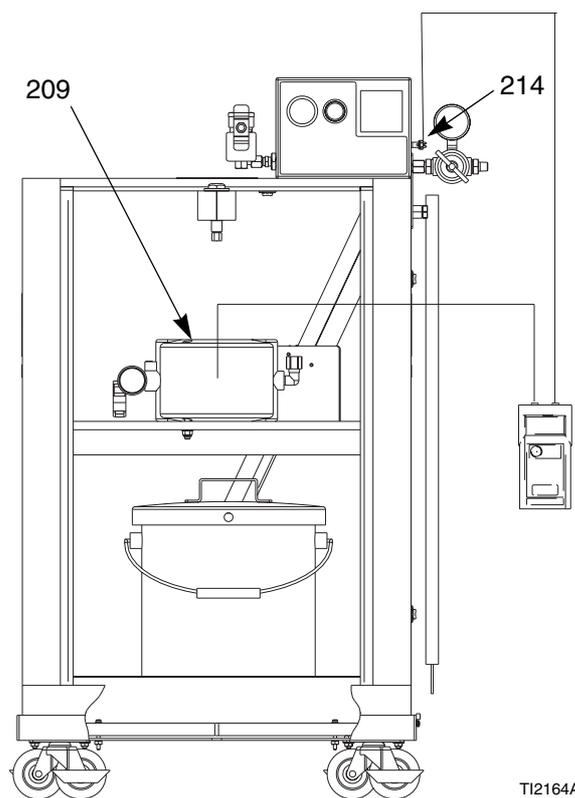

Fig. 23. Compruebe la resistencia del cilindro
Vea FIG. 23. Retire la puerta del recinto. Utilice un ohmímetro para medir la resistencia entre la bomba (209) y la orejeta de conexión a tierra (214). La resistencia debe ser inferior a 100 ohmios. Si fuera superior a 100 ohmios, reemplace el cilindro de conexión a tierra.